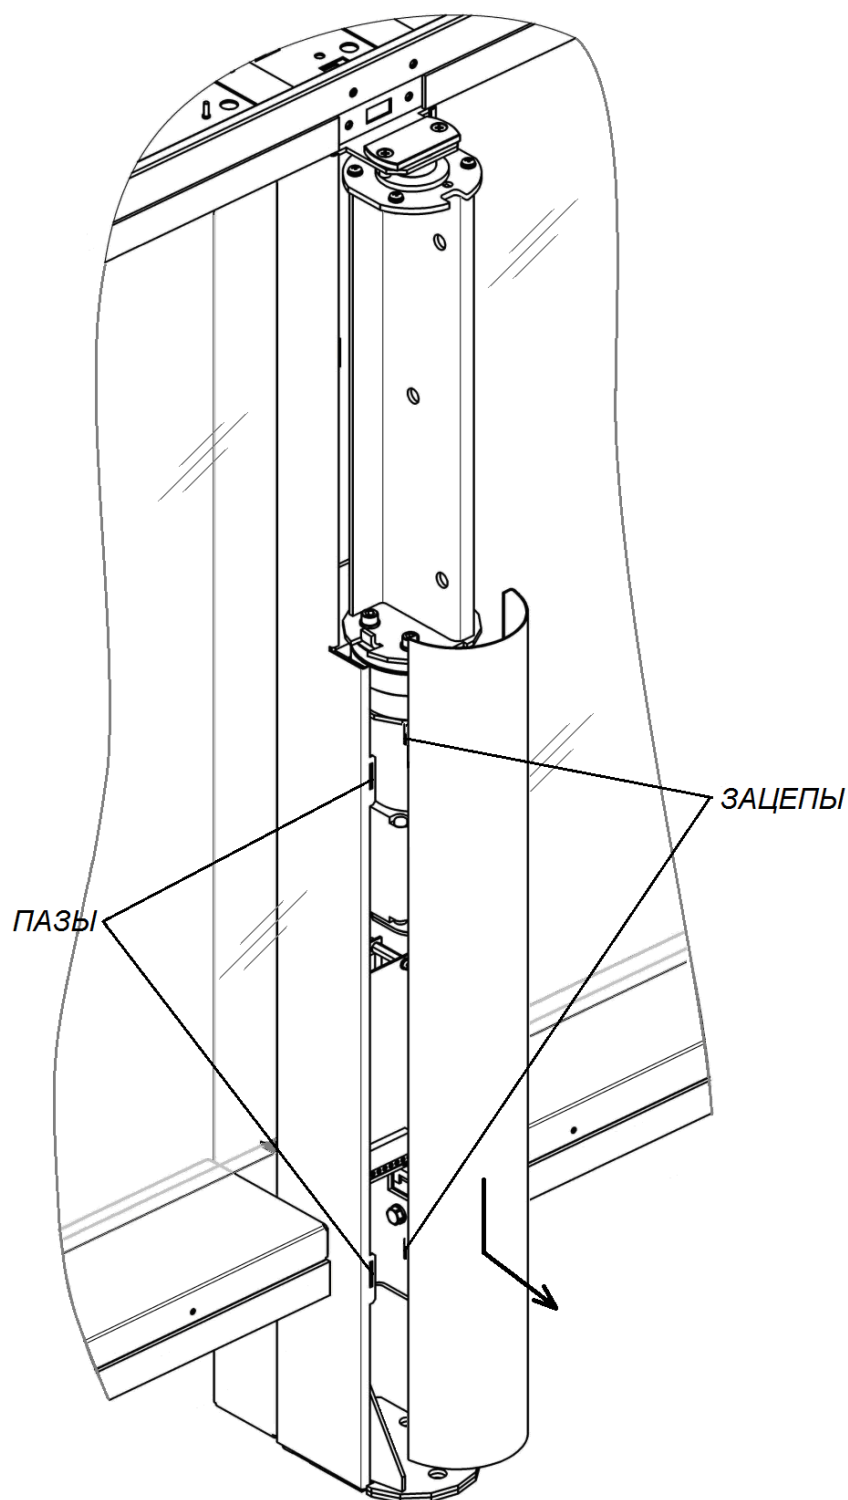

Рисунок 21. Снятие кожуха центральной стойки
Для снятия кожуха центральной стойки (5) – сдвиньте кожух вдоль стойки вниз и на себя, выводя зацепы кожуха из пазов в центральной стойке (см. рис. 21).